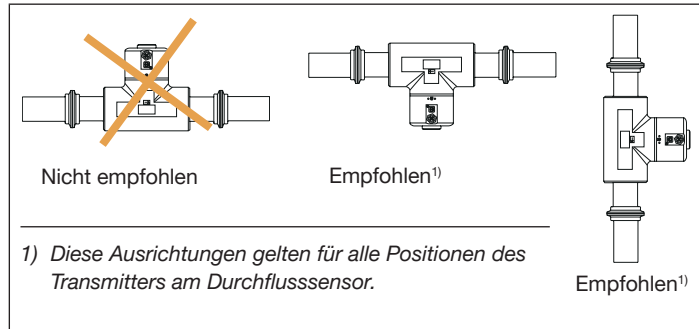

Bild 11: Ausrichtung eines Geräts, um den Einfluss hoher Flüssigkeitstemperaturen zu vermeiden
- Um sicherzustellen, dass die Innentemperatur des Transmitters den zulässigen Maximalwert nicht überschreitet, das Gerät entsprechend der Empfehlung in Bild 11 installieren.